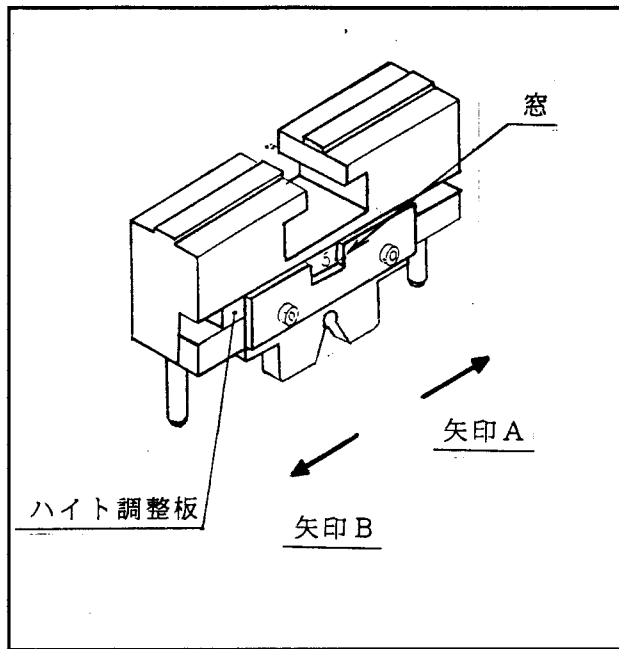

図 6
- ①図6の2本のボルトを緩めて下さい。
- ②高さ調整板を矢印A又はB方向に動かし、数字が窓の中心になる様にセットして下さい。
- ③クリンパを上押し、ボルトを締め付けて下さい。